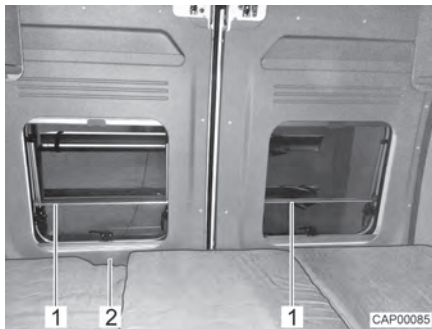

Bild 48 Fallskydd (längsgående bakre säng)
- ▷ Bakdörrarnas fönster är utrustade med ett fallskydd (Bild 48,1). Bakdörren kan öppnas inifrån via dörrhandtaget (Bild 48,2).